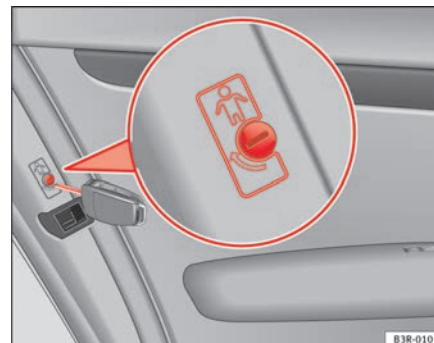

Fig. 75 Bloccaporte nelle porte posteriori
- Girare la chiave nella direzione della freccia ⇒ fig. 75.